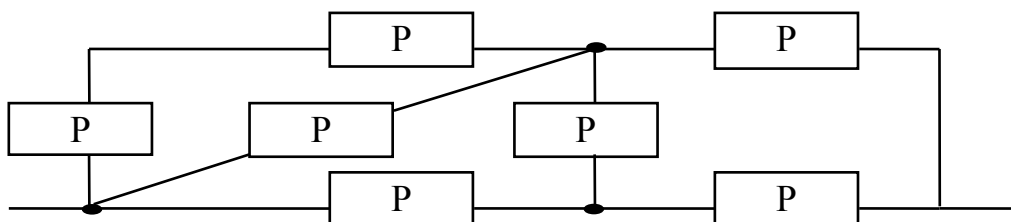

Рис. 5. Параллельно-последовательная модель надежности
3. Найти вероятность безотказной работы системы, структурная модель надежности которой приведена на рис. 5. Вероятность безотказной работы узлов одинакова  $P = 0,9$ .